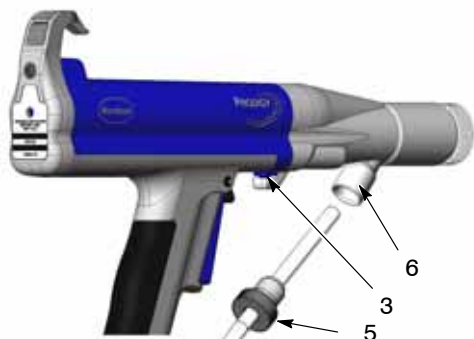

Figura 23 Aflojamiento del tornillo de ajuste del adaptador
2. Extraer el adaptador de tubo (7) del tubo de polvo.
3. Ver la figura 23. Desenroscar el botón de bloqueo (5) y extraer el tubo de polvo del adaptador de la pistola (6).
4. Aflojar el tornillo de ajuste (3) en la parte inferior del adaptador de la pistola.